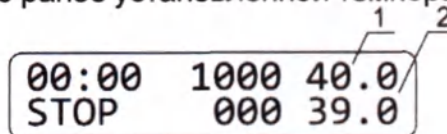

Рисунок 6. Дисплей после калибровки: 1. Установленная температура; 2. Текущая откалиброванная температура
6.4.8. Дисплей покажет откалиброванные значения температуры (рис. 6/1), прибор продолжит термическую стабилизацию согласно ранее установленной температуре.